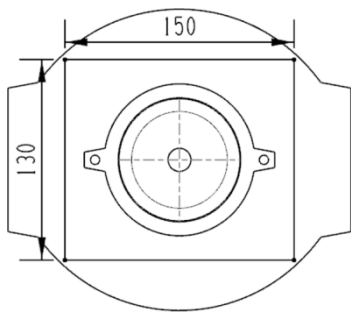
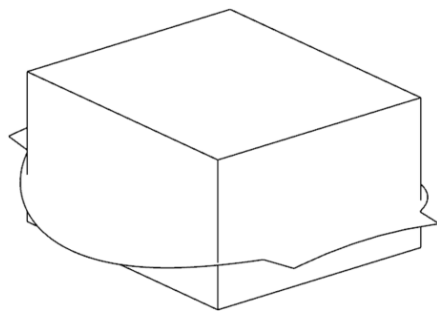

图 8-8 绘制一个矩形截面
图 8-9 创建工作件
(15) 在主菜单中上选取“插入 | 组合 | 缝合”，缝合所有曲面。
(16) 选取“菜单 | 格式 | 图层设置”命令，设定第 1 层为工作图层。
(17) 单击“拉伸”按钮，在【拉伸】对话框中单击“绘制截面”按钮，选取 XOY 为草绘平面，绘制一个矩形截面 (150 mm×130 mm)，如图 8-8 所示。
(18) 单击“完成”按钮，在【拉伸】对话框中对“指定矢量”选取“ZC ↑”，把开始距离设为-30mm，结束距离设为 50mm，对“布尔”选择“无”。
(19) 单击“确定”按钮，创建工作件，如图 8-9 所示。